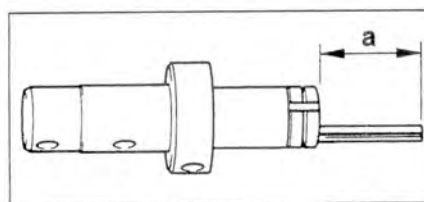

Рис. 5.41. Отрегулируйте выступание «а» пальца вала передачи заднего хода.
22. Отрегулируйте выступание «а» пальца вала передачи заднего хода до расстояния 46.5-47.0 мм (рис. 5.41).